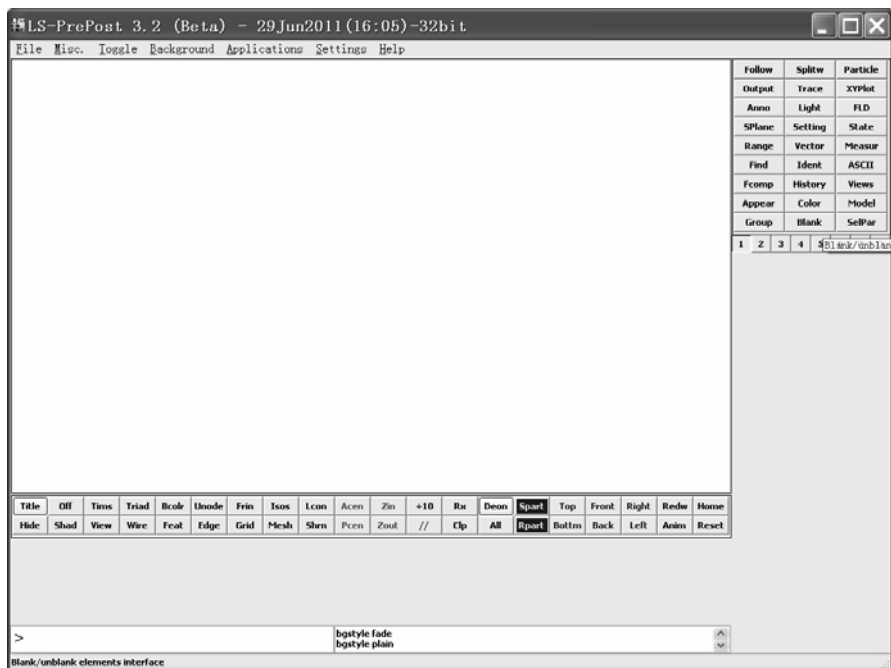

图 2-191 LS-PREPOST 操作界面 (2)
(2) 单击 LS-PREPOST 操作界面中上部的“Background”下拉菜单, 再单击“Plain”, 将背景变为白色 (见图 2-191)。